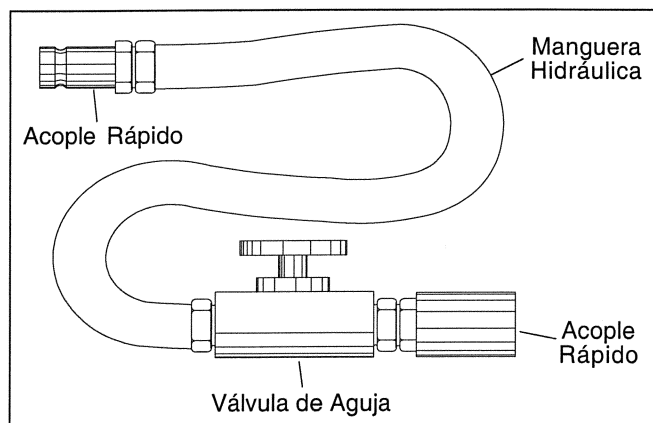

Figura 4.2 — Montaje del Calentamiento de Aceite
1. Como se muestra en la Figura 4.2, una una válvula de orificio o de aguja de 1/16" a una manguera hidráulica de 2' a 3' de longitud. Una un acoplamiento de rápida desconexión a cada extremo de la manguera. Puede encontrarse un kit de calentamiento de aceite que contiene todas las piezas necesarias para hacer este montaje bajo Herramientas de Servicio y Suministros Altec en el Manual de Mantenimiento. Este kit contiene una válvula de aguja.